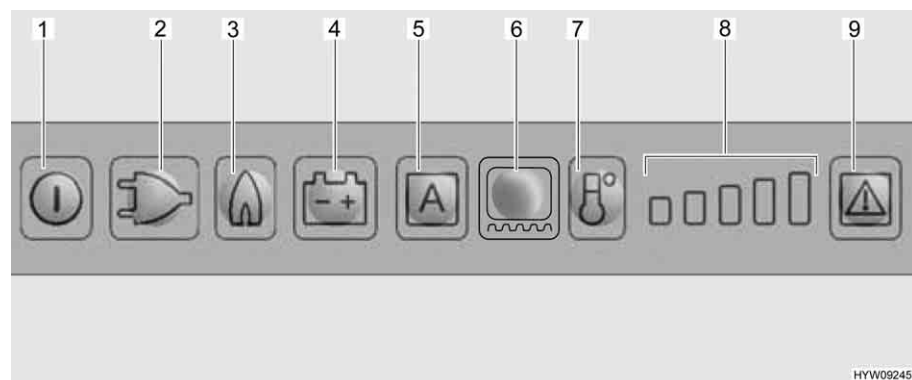

Fig. 223 Quadro comandi LED (frigorifero Dometic)
Selezionando il funzionamento a gas, il dispositivo di sicurezza si apre automaticamente, così che il gas possa fluire al bruciatore. Contemporaneamente si inserisce l'accenditore elettronico. Se la fiamma del gas si spegne, ad es. a causa di un colpo di vento, l'accenditore viene subito azionato riaccendendo il gas. In caso di guasto del funzionamento a gas, i tasti luminosi relativi a gas (Fig. 223,3) e guasto (Fig. 223,9) lampeggiano e viene emesso un segnale acustico per 20 secondi.
**Accensione:** ■ Premere il tasto On/Off (Fig. 223,1) per circa 2 secondi. Il frigorifero si accende e viene visualizzata l'ultima modalità di funzionamento selezionata.
**Selezione della modalità di funzionamento:** ■ Premere il tasto luminoso per il tipo di funzionamento desiderato (Fig. 223,2 - 4) o la modalità automatica "AES" (Fig. 223,5) (solo per versione AES).
**Regolazione della temperatura di refrigerazione:** ■ Regolare la temperatura di refrigerazione con il tasto di livello di refrigerazione (Fig. 223,7). L'indicazione del livello di refrigerazione (Fig. 223,8) mostra la regolazione sul termostato.
**Spegnimento:** ■ Premere il tasto On/Off (Fig. 223,1) per circa 2 secondi.
Dopo l'accensione il frigorifero seleziona automaticamente la regolazione intermedia del termostato. Questa regolazione può essere modificata manualmente tramite il tasto del livello di refrigerazione (Fig. 223,7). Ci vogliono alcune ore prima che il frigorifero raggiunga la temperatura normale di esercizio. Quando si commuta a un'altra modalità di funzionamento, la regolazione sul termostato viene mantenuta.
- Accendere il riscaldamento del telaio per 2 ore: Premere una volta il tasto luminoso per il riscaldamento del telaio (Fig. 223,6). Sull'indicazione del livello di refrigerazione (Fig. 223,8) si accende una barra.
- Accendere il riscaldamento del telaio per 5 ore: Premere due volte il tasto luminoso per il riscaldamento del telaio (Fig. 223,6). Sull'indicazione del livello di refrigerazione (Fig. 223,8) si accendono due barre.
- Regolazione del riscaldamento del telaio ad esercizio continuo: Premere tre volte il tasto luminoso per il riscaldamento del telaio (Fig. 223,6). Sull'indicazione del livello di refrigerazione (Fig. 223,8) si accendono tre barre.
L'indicazione del livello di refrigerazione (Fig. 223,8) indica per alcuni secondi la durata di esercizio del riscaldamento del telaio.
In caso di guasto, il tasto luminoso Guasto (Fig. 223,9) lampeggia. Lampeggia inoltre uno dei tasti luminosi della modalità di funzionamento o l'indicazione del livello di refrigerazione. Viene emesso anche un segnale acustico. Per le note sulla visualizzazione degli errori e la loro eliminazione, vedi capitolo 14.
- ▷ Dopo aver eliminato un guasto del funzionamento a gas, premere il tasto luminoso Reset (Fig. 223,9).